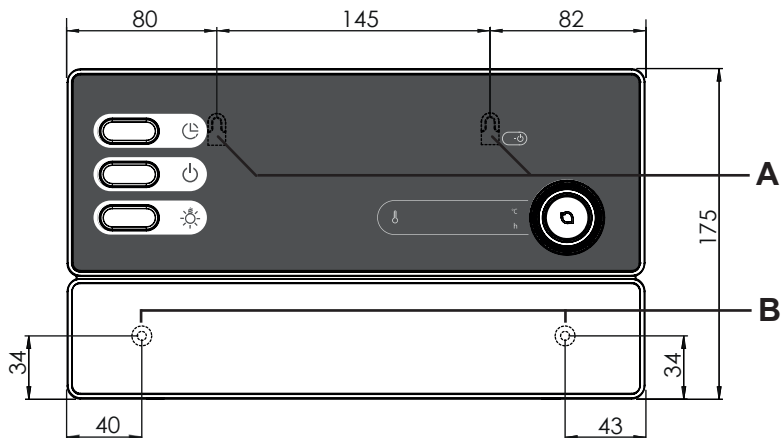

Fig. 1 Position du dispositif de suspension et des ouvertures de montage (mesures en mm)
1. Vissez deux vis cruciformes (16 mm) à une hauteur d'environ 1,70 m jusqu'à obtenir un écartement de 7 mm dans la paroi du sauna. L'espace entre les deux vis doit être de 145 mm (voir **Fig. 1**).
3. Accrochez la commande de sauna à l'aide du dispositif de suspension **A** aux vis cruciformes montées (voir **Fig. 1**).
4. Vissez deux vis cruciformes (16 mm) dans les ouvertures de fixation inférieures **B** (voir **Fig. 1**).